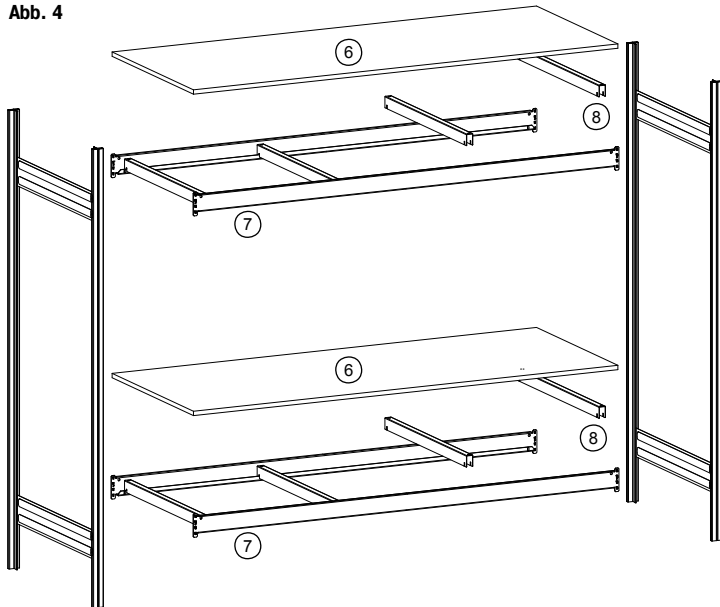

Abb. 5
(D) Zwei Stützrahmen im Traversenabstand aufstellen. Die Großfachtraversen paarweise einhängen und mit Sicherungsstiften sichern (Abb. 5).
(RUS) Установить две опорных рамы на расстоянии поперечной балки. Парно навесить поперечные балки больших полок и зафиксировать с помощью фиксирующих штифтов (рис. 5).